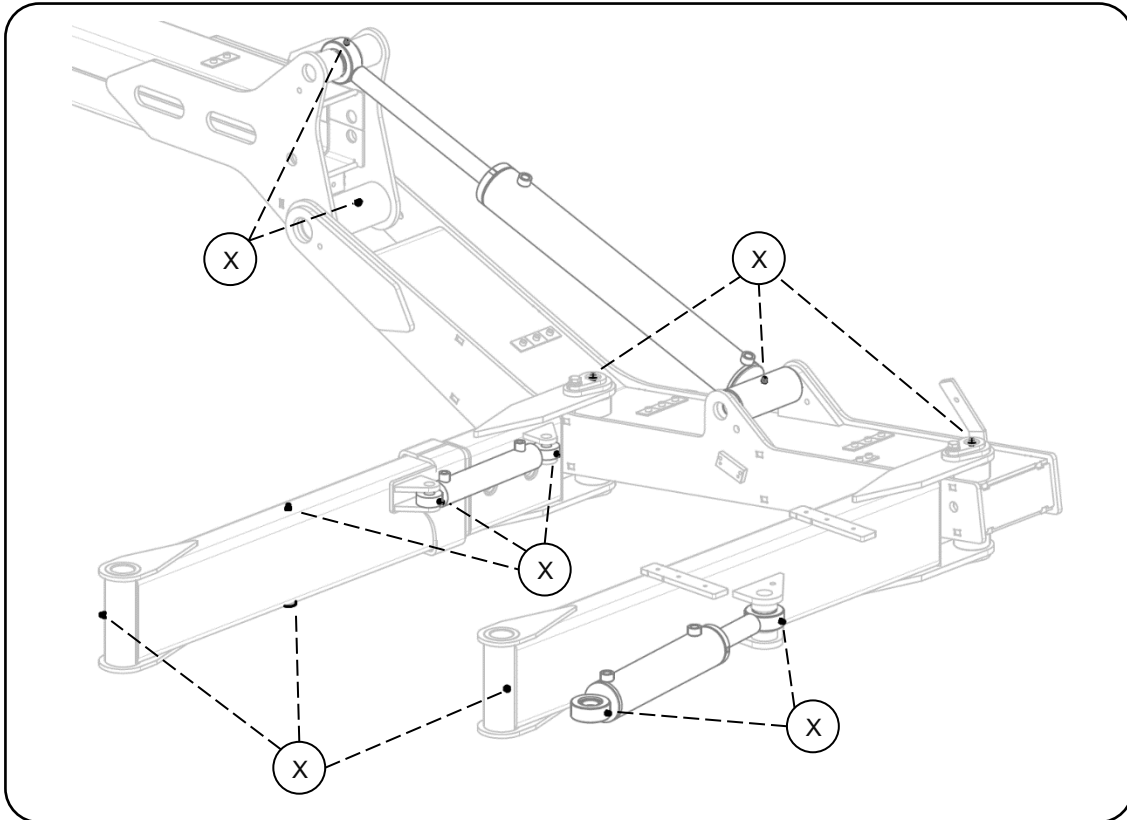
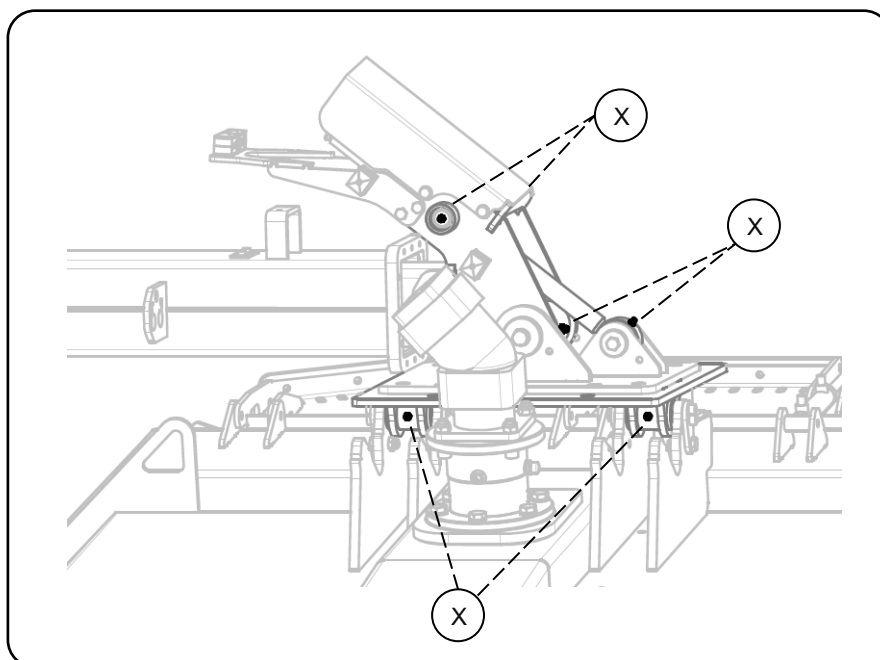

Bild.38
Bild.39
Nipplar märkta med (X) på Bild.38 och Bild.39 ska smörjas med 40 drifttimmars intervall eller varje vecka. Pumpa in fett i lagringen tills det kommer ut vid sidan av lagret, torka av överskottet.